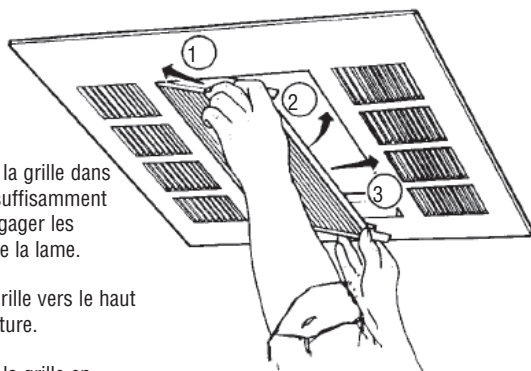

Figure 10
4. Alors que l'on maintient l'ensemble avec les deux mains, ajuster un côté de l'ensemble dans l'ouverture de l'enveloppe et faire glisser ce côté à l'intérieur alors que l'on ajuste l'autre côté dans l'enveloppe (voir la Figure 10). Faire glisser l'ensemble en position pour que la partie inférieure de chaque guide se verrouille dans l'ouverture.